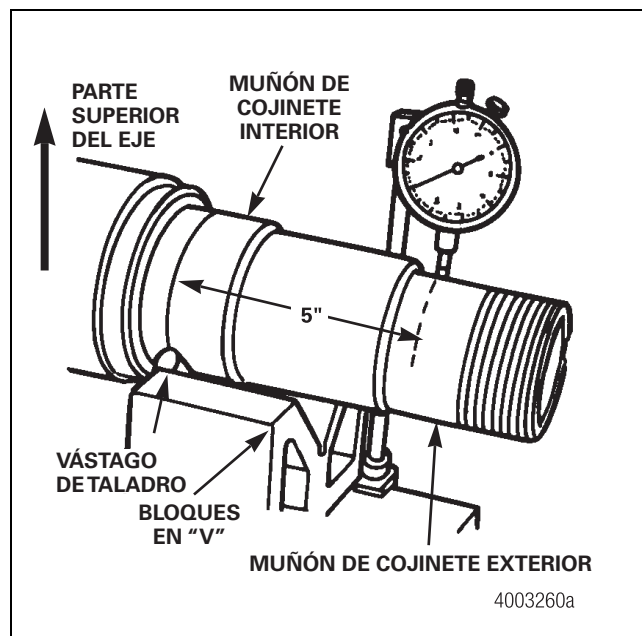

Figura 8.16
6. En la parte superior del eje, mida exactamente cinco pulgadas (127 mm) desde la línea del muñón de cojinete interior hasta el muñón de cojinete exterior. Coloque un indicador de cuadrante de modo que el vástago mida el descentramiento vertical. Figura 8.16.